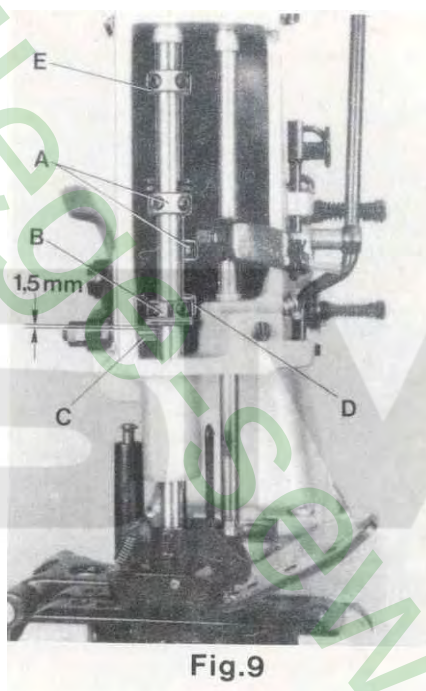
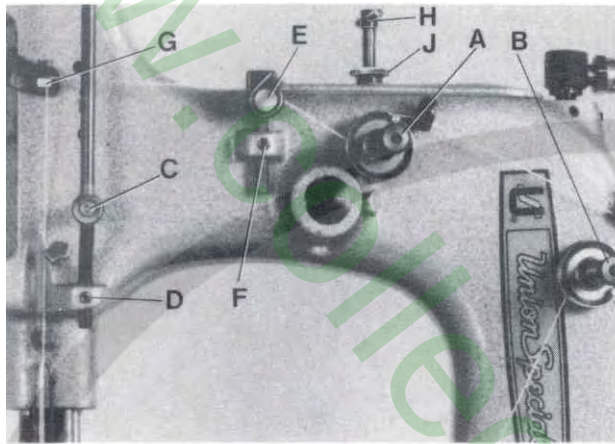
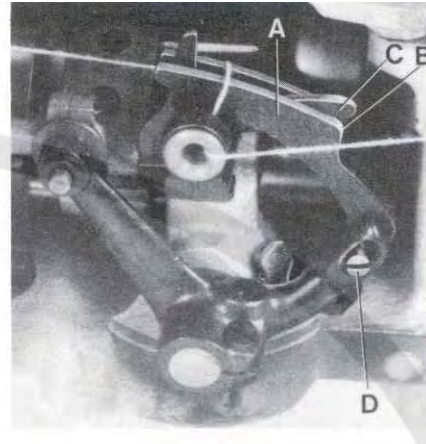

Fig.9
Fig.10
Fig.11
Rotate the pulley until the feed dog is below the throat plate. Remove the face cover left on machine arm and turn out the T-screw (H, Fig. 10) on the top of the machine arm, until it does not exert any pressure on the leaf springs. In this position, the pressure exerted on the presser foot, should be just strong enough to keep it flat on the throat plate. By relocating the collars (A, Fig. 9), which serve as a leaf spring rest, on the left and right presser bar, the pressure can be changed. Raising the collars increases the pressure, lowering the collars decreases the pressure.
Set the presser bar lifter collar (B, Fig. 9) on the left presser bar so, that there is a distance of approx. 1.5 mm (1/16 in.) between lifter lever stud (C) and lower surface of the lifter collar (B), when the presser foot rests on the throat plate (see Fig. 9). Set the collar (D) on the right presser bar close to the fork of the presser bar lifter collar (B) on the left presser bar.
The presser foot lift is limited with the upper stop collar (E, Fig. 9) on the left presser bar. When the needle is in its lowest position and the presser foot is lifted with presser foot bottom tilted up, the needle bar respectively needle clamp nut should not contact the presser foot bottom. Set collar (E) accordingly.
Now turn in T-screw (H, Fig. 10) until the necessary presser foot pressure for proper feeding is exerted (determine with sewing tests). Secure this setting with the knurled nut (J), which simultaneously fastens the upper arm cover. Remount the face cover.
The tension (A, Fig. 10) on the needle thread should be fairly strong to produce uniform stitches. On the two thread double locked stitch styles the tension (B) on the looper thread should be barely sufficient to steady it.
Gire el volante hasta que los dientes del transportador se encuentren debajo de la placa de la aguja. Remueva la tapa frontal en el brazo y afloje el tornillo (H, Fig. 10) en la parte superior de la maquina hasta que no haya mas presión en las ballestas. En esta posición la presión al pie es solamente para mantenerlo plano en la placa de la aguja. Moviendo los anillos (A, Fig. 9), que sirven como soporte para las ballestas, en la barra de presión izquierda y derecha, se puede modificar la presión. Subiendo los anillos aumenta la presión, bajando los anillos disminuye la presión.
Coloque el anillo (B, Fig. 9) para levantar la barra de presión en la barra izquierda en tal manera para que haya una distancia de aprox. 1.5 mm (1/16") entre el perno levantador (C) y la superficie inferior del anillo (B), cuando el pie reposa en la placa de aguja (vea Fig. 11). Coloque el anillo (D) en la barra derecha cerca a la horquilla del anillo (C) para levantar la barra de presión de la barra izquierda.
La altura del levantamiento del pie esta limitado por el anillo de parada (E, Fig. 9) en la barra de presión izquierda. Cuando la aguja este en su posición mas baja y el pie este levantado e inclinado hacia arriba, la barra de la aguja o la tuerca que fija la guía no deberían tocar la parte inferior del pie. Coloque el anillo (E) adecuadamente.
Ahora ajuste el tornillo con forma de „T“ (H, Fig. 10), para conseguir la presión necesaria para una alimentación optima (determine esto con pruebas de costura). Asegure este ajuste con la tuerca (J), que al mismo tiempo fija la tapa superior del brazo. Coloque otra vez la tapa frontal.
El tensor (A, Fig. 10) del hilo de la aguja debería ser ajustado de tal manera que la tensión del hilo de la aguja produzca unas puntadas uniformes. En los estilos con costura de doble cadeneta de dos hilos, el tensor (B) debe ser ajustado apenas lo suficiente para mantener la costura.
On the two thread double locked stitch styles, the height of the looper thread take-up (A, Fig. 11) is set so, that the cast-off hook (C) forces the looper thread over the corner (B) of the looper thread take-up (A) at the time the point of the descending needle is flush with the lower edge of looper or projects up to 1 mm (.040") below the lower edge of looper. Draw the looper thread into the machine, rotate pulley in operating direction and note the position of the needle point to lower edge of looper at the time the cast-off (C) forces the looper thread over the corner (B).
For setting the looper thread take-up loosen screw (D, Fig. 11).
On the two thread double locked stitch styles 80800C, E, H and HA, the height of the needle thread take-up roller (C, Fig. 10) is set so that the needle thread on the downstroke of the needle just contacts the roll at the time the needle thread loop is released from the looper. Loosen screw (D) and set the needle thread take-up roller accordingly. Retighten screw (D).
On all styles the eyelet (E, Fig. 10) should be positioned so, that the needle thread runs nearly horizontal, parallel to cloth plate, between eyelet (G) on needle bar connection and eyelet (E) on machine arm, when the needle is in its upmost position. Eyelet (E) is secured by screw (F).
En las maquinas de costura de doble cadeneta de dos hilos, se ajusta la altura del alimentador del hilo del looper (A, Fig. 11) en tal manera que el gancho (C) del alimentador del hilo del looper suelte el hilo sobre el canto (B) del alimentador (A) en el momento cuando la punta de la aguja coincide con el borde inferior del looper o pase hasta 1 mm (.040") debajo el borde inferior del borde del looper. Enhebre el hilo del looper, gire el volante en sentido de operación y memorice la posición de la punta de la aguja referente al looper en el momento cuando el gancho del alimentador (C) suelte el hilo sobre el canto (B).
Para ajustar el alimentador del hilo del looper suelte el tornillo (D, Fig. 11). Si la punta de la aguja se encuentra por encima del borde inferior del looper, hay que ajustar el alimentador (A) hacia arriba. Si la punta de la aguja se encuentra más que 1 mm por debajo del borde inferior del looper, hay que bajar el alimentador (A) adecuadamente. Apriete el tornillo (D) otra vez.
En las maquinas de costura de doble cadeneta 80800C, E y HA, la altura del rodillo (C, Fig. 10) del alimentador del hilo de la aguja esta fijado de manera tal, que el hilo durante el movimiento de la aguja hacia abajo solamente toque el rodillo en el mismo momento cuando el looper suelte el lazo del hilo de la aguja. Suelte el tornillo (D) y ajuste el rodillo del alimentador del hilo de la aguja adecuadamente. Apriete el tornillo (D) otra vez.
En todos los estilos el ojete (E, Fig. 10) debería ser puesto para que el hilo de la aguja se mueva casi en forma horizontal, paralelamente a la tapa principal de la maquina, entre el ojete (G) en la conexión de la barra de la aguja y el ojete (E) en el brazo de la maquina, cuando la aguja se encuentre en su posición mas alta. Asegure el ojete (E) con el tornillo (F).